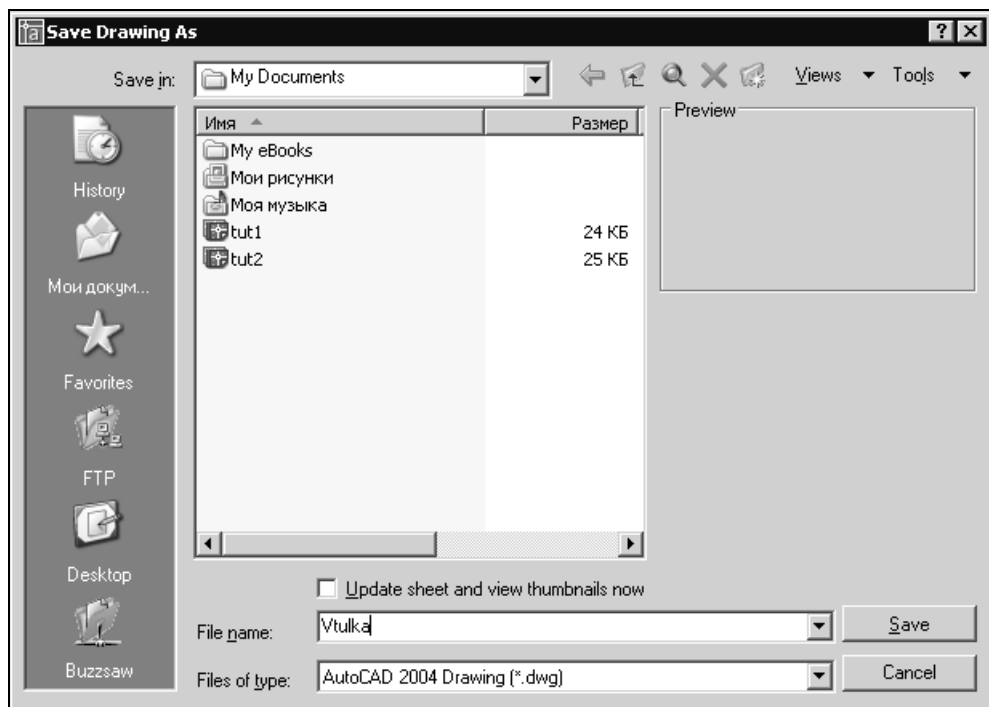

Рис. 2.2. Диалоговое окно настройки сохранения файла
2. Выберите в нем **Save As** (Сохранить как). Появится диалоговое окно **Save Drawing As** (Сохранение рисунка) (рис. 2.2), в котором сделайте следующие настройки: